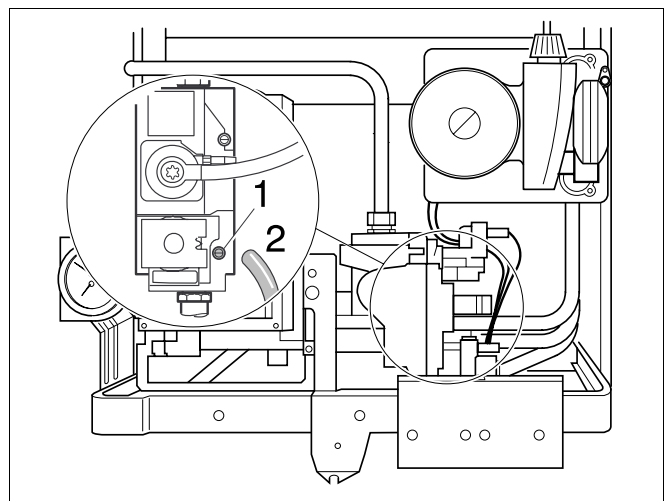
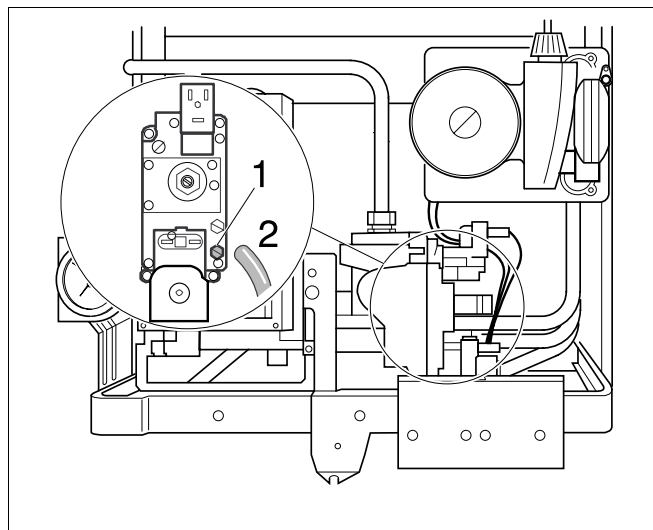

Fig. 24 Misurazione della pressione di collegamento del gas (apparecchiatura Honeywell)
Fig. 25 Misurazione della pressione di collegamento del gas (apparecchiatura SIT)
- Svitare di due giri la vite di chiusura del nippel per la prova per la pressione di collegamento del gas dell'apparecchiatura Honeywell (fig. 24, pos. 1), estrarre completamente l'apparecchiatura SIT (fig. 25, pos. 1).
- Innestare il tubo flessibile dell'apparecchio di misurazione della pressione sul nippel di prova (fig. 24, pos. 2) e (fig. 25, pos. 2).